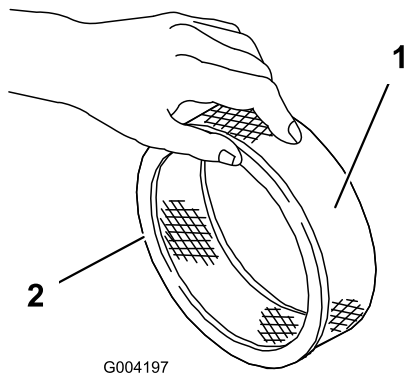

図 45
5. ペーパーフィルタに汚れや油汚れ、ゴムシールの傷がないか点検する（図 45）。
1. ペーパーエレメントにスポンジエレメントを注意深く取りつける（図 45）。